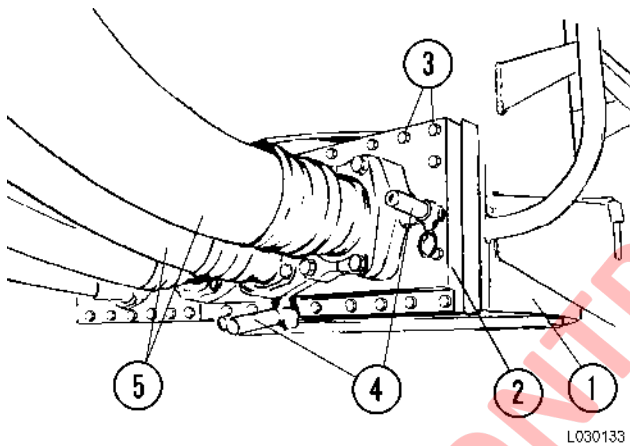

FIGURA 3-19. RETIRO DEL COLADOR
3. Desconecte las mangueras de succión de la bomba (5, Figura 3-19).
4. Saque los pernos y arandelas de seguridad (3) que aseguran la cubierta (2) al estanque hidráulico. Saque y deseche la empaquetadura.
2. Utilizando una empaquetadura de cubierta nueva, lleve la cubierta (2, Figura 3-19) a su lugar e instale los pernos y las arandelas de seguridad (3). Apriete los pernos a torque estándar.
5. Abra ambas válvulas de corte del ducto de succión (4). Suelte los pernos (de la bomba) en las mangueras de succión para purgar el aire atrapado. Luego apriete los pernos (de la bomba) en las mangueras de presión para purgar el aire atrapado. Apriete muy bien todos los pernos.